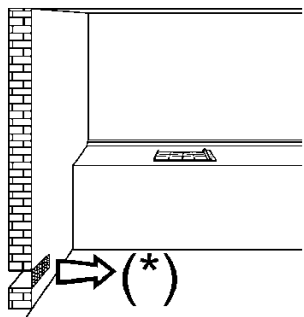
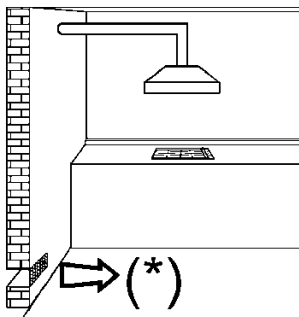

РИС. 1
РИС. 2
Поэтому следует предусмотреть хорошую циркуляцию воздуха в помещении, не загораживать отверстия для естественной вентиляции (рис. 1) и включить вытяжку (рис. 2 и 3). При длительном и интенсивном пользовании прибором может возникнуть необходимость в дополнительной вентиляции, для чего надо будет открыть окно, или увеличить мощность вытяжки.
- При сгорании газа выделяется тепло и влажность. Поэтому в помещении необходимо обеспечить хорошую циркуляцию воздуха, не загораживать отверстия для естественной вентиляции (рис. 1) и включить вытяжку (вытяжной колпак или электрический вентилятор, рис. 2 и 3).